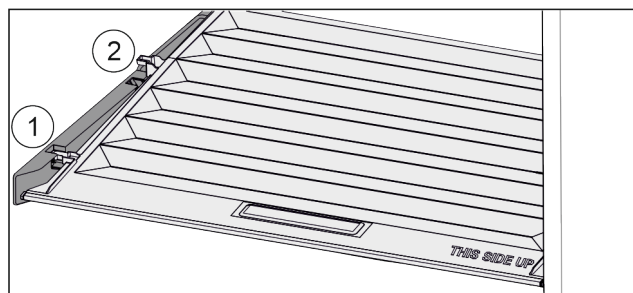

Fig. 83
- ▶ Tirer le couvercle vers l'avant jusqu'à l'orifice des pièces de retenue Fig. 83 (1).
- ▶ Le soulever par le bas à l'arrière et le sortir par le haut Fig. 83 (2).